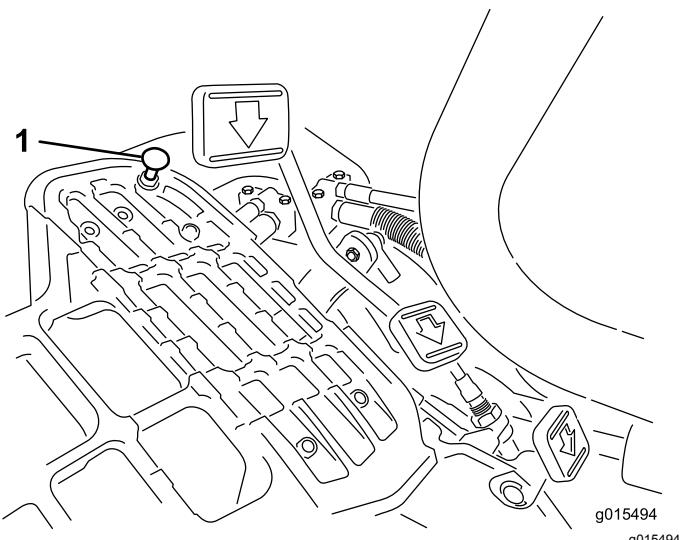

図 48
走行ペダルを踏み込んでみてください。ケーブルに張力が掛かる前にペダルがストップ図48に当たる場合には調整が必要です。
- ペダルストップをフロアプレートに固定しているフランジヘッドロックナットをゆるめる図 48。